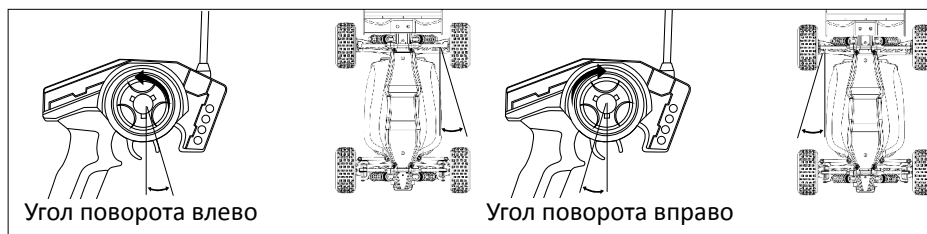

Рисунок 1
1. Поворот вправо/влево (Рисунок 1).